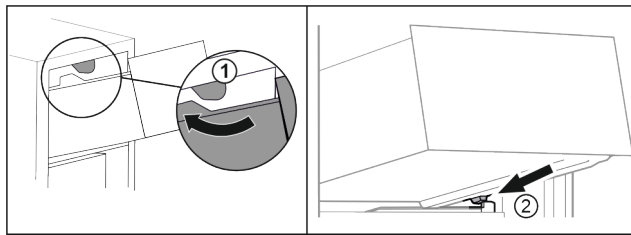

Fig. 27
- ▶ Guider le tiroir en contournant les butées supérieures. *Fig. 27 (1)*
- ▶ Placer le tiroir, en l'inclinant, derrière les butées inférieures sur la nervure de récipient. *Fig. 27 (2)*